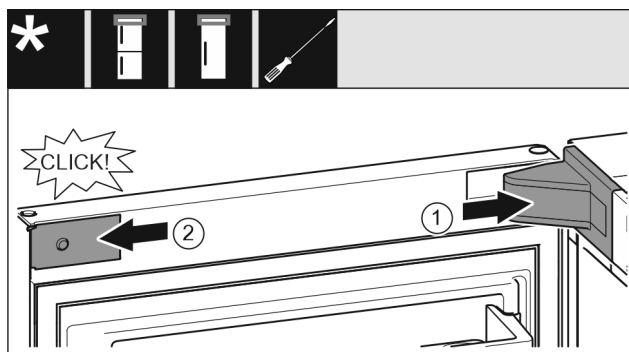

Fig. 20
- Stavite pokrov podloška ležaja Fig. 20 (1) i pustite ga da se uglati, po potrebi ga oprezno razdvojite.
- Postavite masku Fig. 20 (2) bočno i uglatite je.